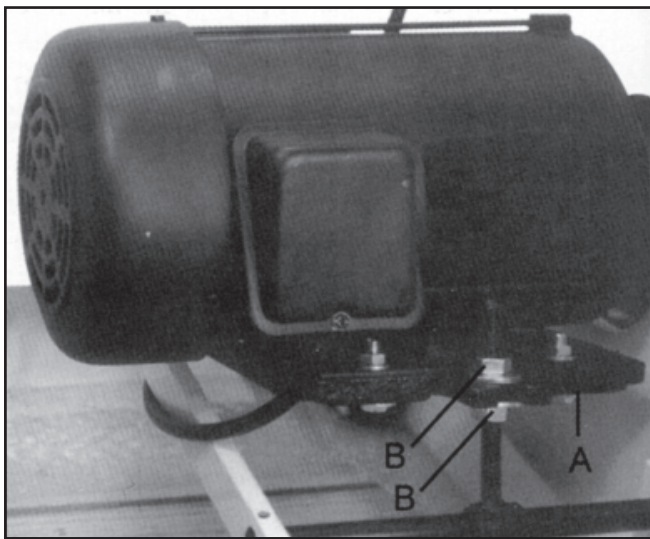

Figura 11
3. De la parte inferior de la máquina, afloje dos tornillos (B, Figura 11).
4. Mueva la placa del motor (A, Figura 11) hasta alcanzar la tensión correcta. La tensión correcta se obtiene cuando una ligera presión con el dedo hace que la banda se mueva aproximadamente 1/4" en el espacio central entre las bandas.
5. Apriete las dos tuercas (B, Figura 11) para fijar el ajuste.